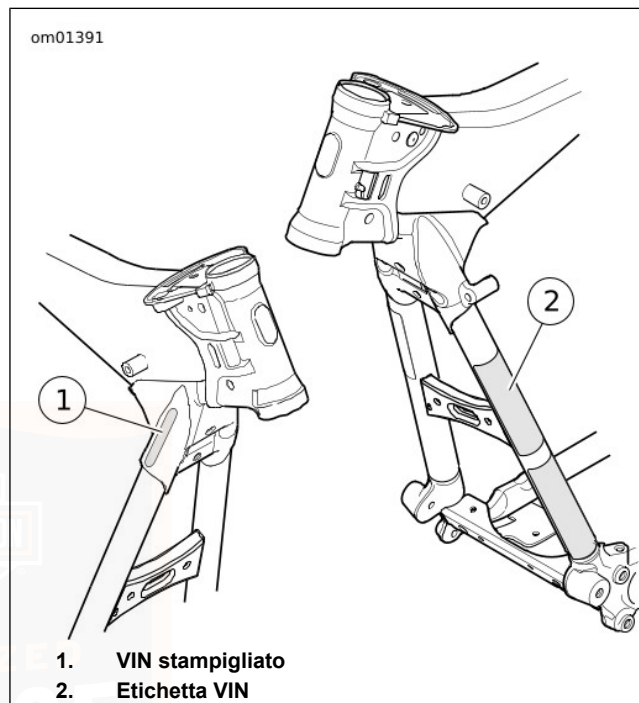

Figura 2. Posizioni del VIN
Vedere Figura 2. Il VIN, di 17 caratteri (1), è stampigliato sul lato destro del telaio, accanto al canotto dello sterzo. Per i veicoli destinati ad alcuni mercati, vi è anche un'etichetta (2) con stampato il VIN attaccata alla parte anteriore del tubo discendente.